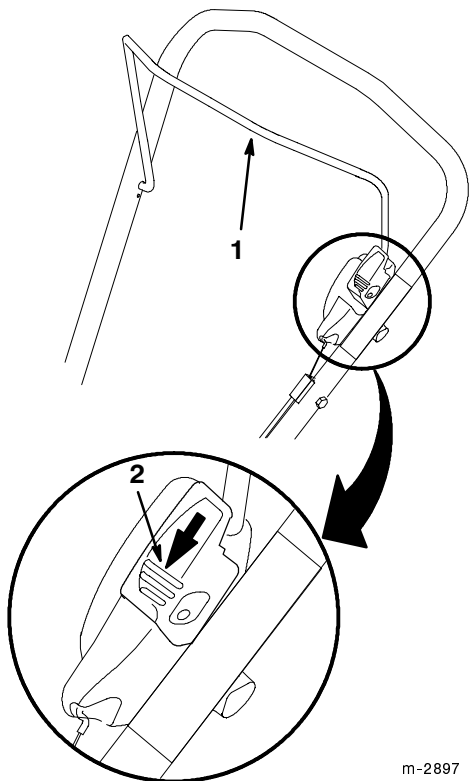

Figure 17
3. Tirer la barre de commande vers le mancheron en poussant l'élément coulissant vers le bas (Fig. 17).